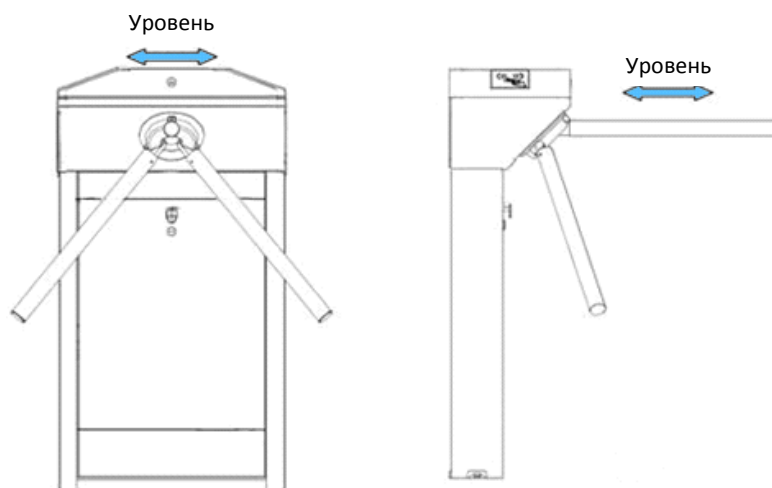

Рисунок 11
3. Установите турникет на монтажную пластину и затяните винты. Используйте фиксирующий клей и прокладки с винтами для регулировки наклона турникета. Турникет должен быть установлен ровно (Рисунок 11).